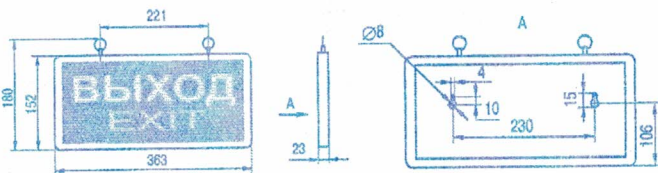

Рисунок 1. Габаритные размеры оповещателей.
- 6.4. Установка светильников в подвесном положении осуществляется с помощью двух монтажных колец, расположенных в верхней части корпуса. Светильники односторонние имеют дополнительную возможность установки на стену с помощью монтажных отверстий, расположенных на корпусе (смотри рис.1).